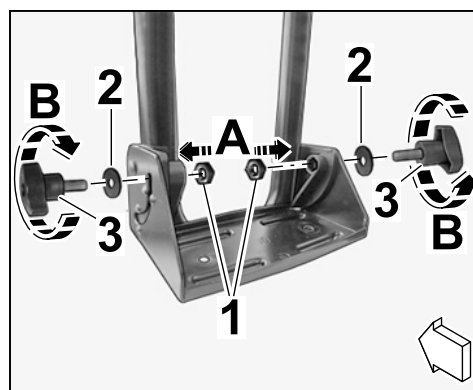

Figura 19
2.3.1 Montar la tuerca hexagonal M6 en el alojamiento hexagonal, por el lado de la placa de sujeción del soporte de rueda delantera (⇒ *Figura 19-A*).
2.3.2 Enroscar el tornillo de muletilla M6 x 18 con la arandela 6 x 16 x 1 mm aprox. 3 vueltas en la tuerca hexagonal M6 (⇒ *Figura 19-B*).